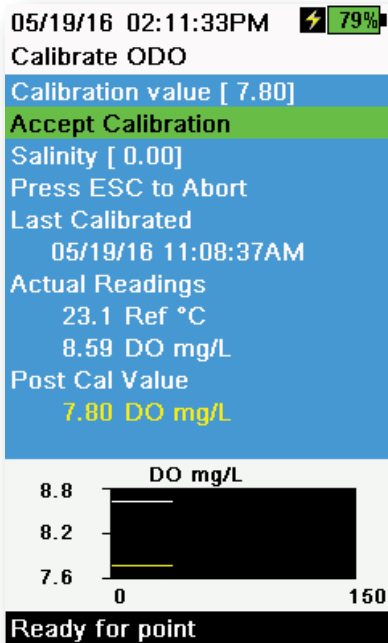

图 52 校准 ODO mg/L
5. 观察实际测量读数是否稳定（图表上的白线 40 秒内没有明显变化），然后选择 **Accept Calibration (接受校准)**（图 52）。然后消息区域将显示“校准成功！”